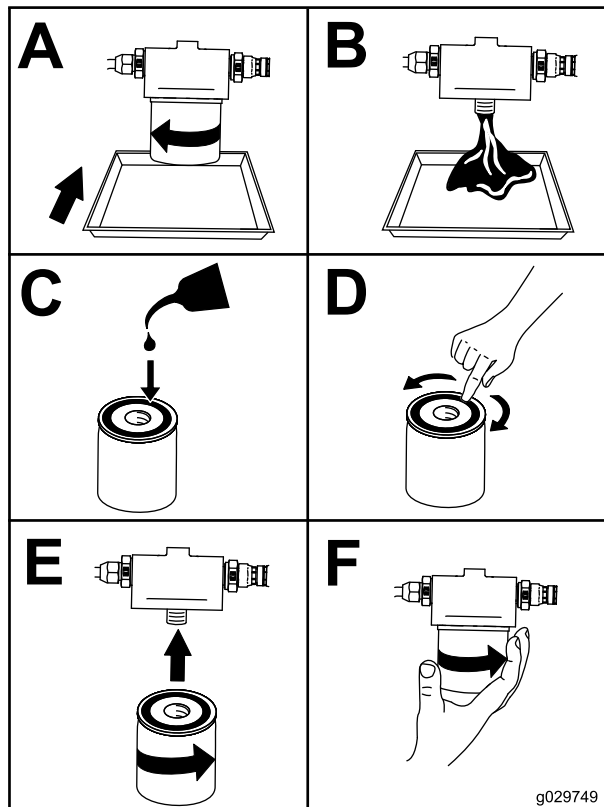

Figura 47
4. Cambiate il filtro dell'olio (Figura 47).